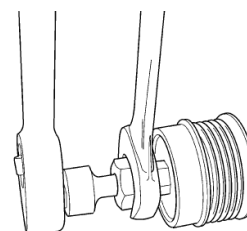

Fig 3
5. To remove the Torqfiltr®, simply rotate the Torqfiltr® shaft (using the 17X20 spline tool) counter clockwise while holding the intermediate shaft from rotating with the Torx 50 tool. Figure 3
9. With a torque wrench rotate the Torqfiltr® shaft clockwise while holding the intermediate shaft stationary. Torque spec 45 Ftlbs (60Nm) Figure 3
5. Pour retirer le TorqfiltrMD, faire simplement pivoter l'arbre du TorqfiltrMD (à l'aide de l'outil à cannelures 17X20) en sens antihoraire en empêchant l'arbre intermédiaire de pivoter au moyen de l'outil Torx 50. Figure 3
9. Au moyen d'une clé dynamométrique, faire pivoter l'arbre du TorqfiltrMD en sens horaire tout en tenant l'arbre intermédiaire stationnaire. Serrer au couple de 45 pi-lb (60 Nm) Figure 3